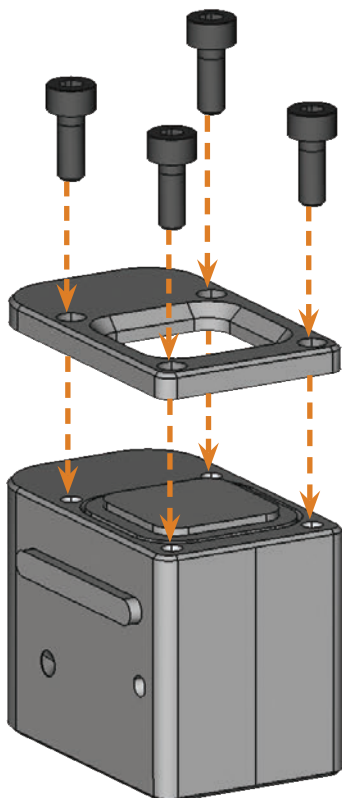

Abb. 47: WERKZEUGMAGAZIN ZUSAMMENSETZEN
- M6. Setzen Sie die Abdeckung wieder auf den Block und schrauben Sie sie mit den in Schritt M4 gelösten Schrauben fest (☞ Abb. 47).